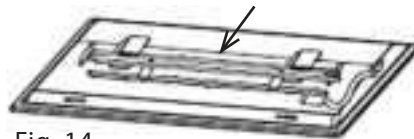

Fig. 14
3. Jale del terminal de conexión (Fig. 14). Use un destornillador para retirar la plaqueta de la luz LED y reemplazarla.